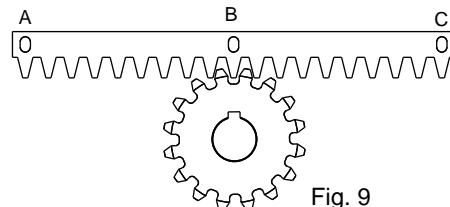
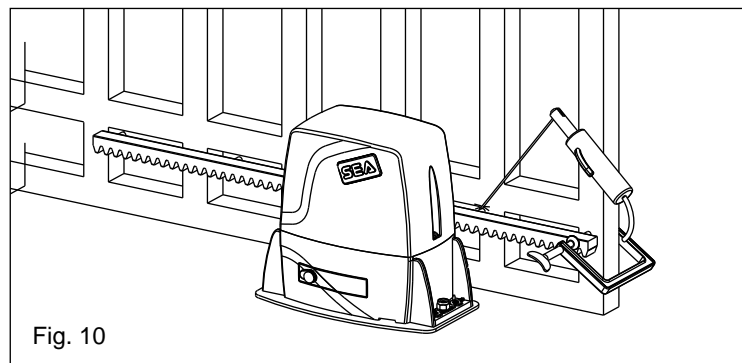

Fig. 9
Fig. 10
**6.3.** Apoyar el elemento de cremallera al piñon dentado del motoreductor en modo que resulte paralela la guía a nivel del suelo de la cancela y posicionandolo como en Fig. 9 y puntar con electrosoldadura la lengüeta central B a la estructura de la cancela (Fig. 10).